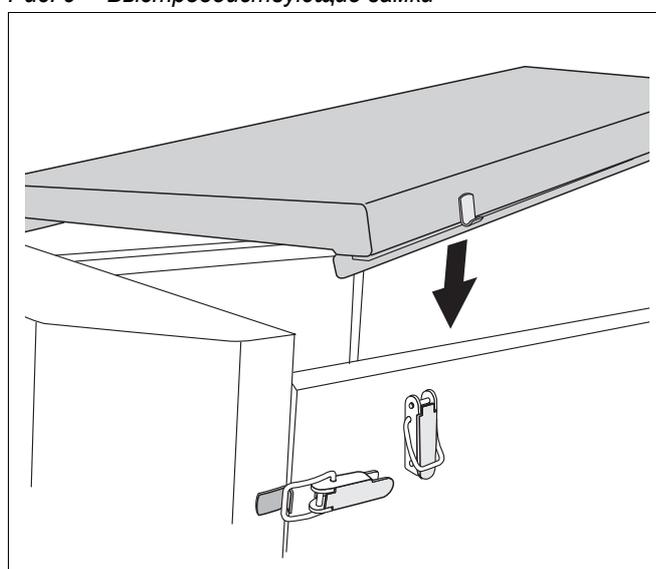

Рис. 10 Установка верхней крышки
- Уложите крышку на боковые стенки и придвиньте к передней стенке (рис. 10).